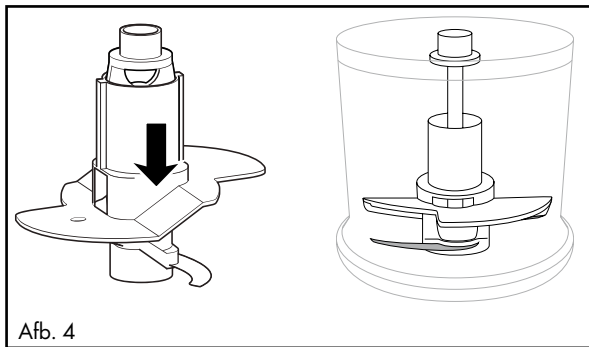

Afb. 2
- Voor 100 ml slagroom steekt u deze zodanig op de meshouder **5**, dat de emulsieschijf **6** op beide messen **7** rust en vastklikt (afb. 2):